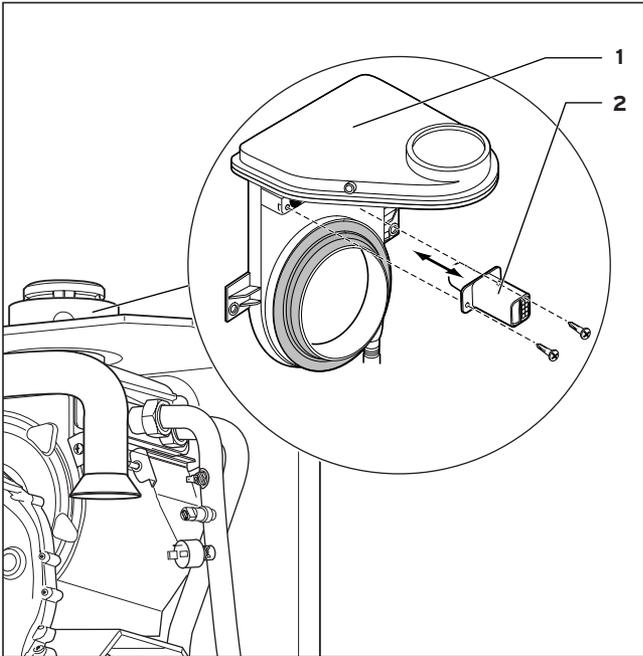

Abb. 8.8 CO-Sensor austauschen
- Lösen Sie die Schrauben am CO-Sensor (2, Abb. 8.8) und ziehen Sie diesen heraus. Ziehen Sie den Stecker ab.